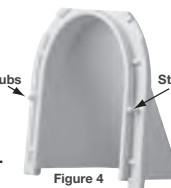

Figure 4
*Note: You must first remove the (2) small stubs located on each side of the “nose”.* (See Fig. 4)
*Remarque : Vous devez d'abord retirer les (2) talons situés sur chaque côté du « nez ».* (See Fig. 4)